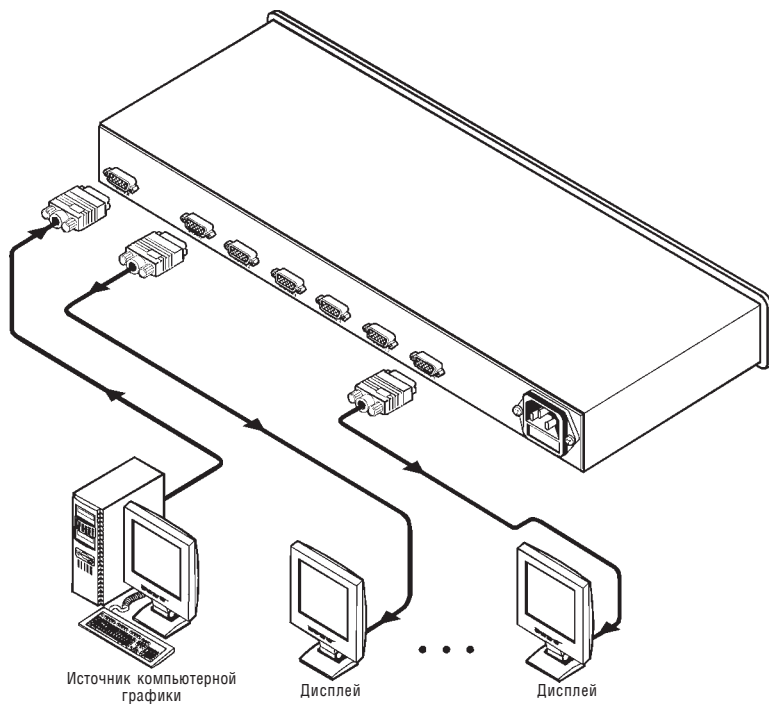

Рис. 5. Подключение VP-6xIN
Пример подключения **VP-6xIN** приведён на рис. 5:
- 3 Подключите сетевой шнур (на рис. 5 не показан).